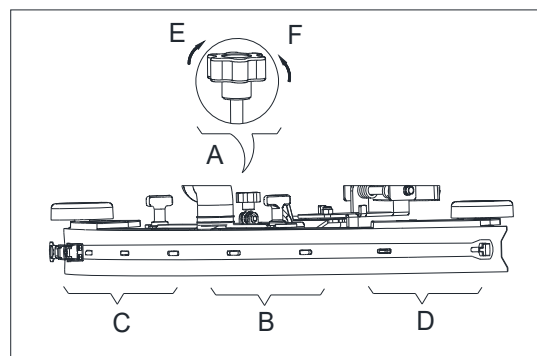

Рисунок 5
3. Отрегулируйте скребок при помощи регулировочной ручки скребка (А, Рисунок 5).
- a) При наличии зазора между землей и средней части задней резинки (В), отрегулируйте ручку (А) в направлении против часовой стрелки (F), пока все секции задней резинки не будут хорошо соприкасаться с землей, передняя резинка не будет немного касаться земли.
- b) Если есть зазор между землей и крайними секциями задней резинки лопасти (С и D), отрегулируйте ручку (А) в направлении по часовой стрелке (E), пока все секции задней резинки не будут хорошо соприкасаться с землей, передняя резинка не будет немного касаться земли.